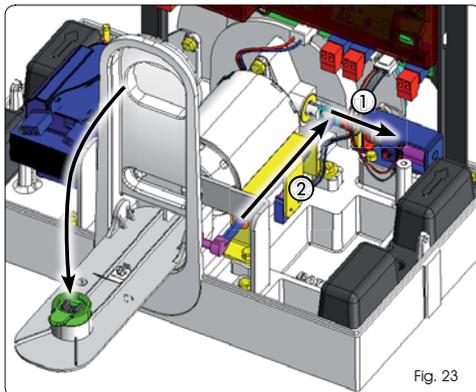

Fig. 23
☞ Al bajar la palanca de desbloqueo se actúa tanto en el bloque motor, retrocediéndolo (Fig. 23 ref. ①), como en el microinterruptor de seguridad que fuerza el automatismo en STOP (Fig. 23 ref. ②).